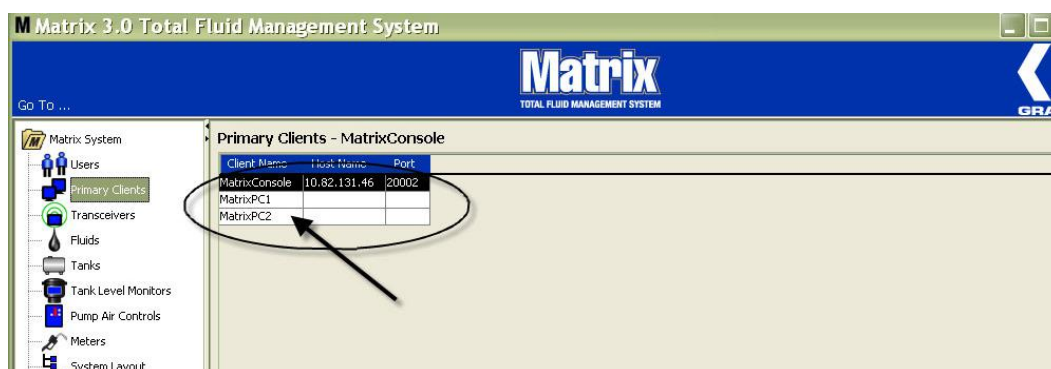

Рис. 81
6. Новый основной клиент появляется внизу перечня на экране «Primary Clients» [Основные клиенты] (Рис. 81). Помните, что после указания имени нового основного клиента, имя появится с пустыми полями имени узла и порта. Эти поля заполнятся автоматически, когда основной клиент соединиться с обработчиком служб Matrix.